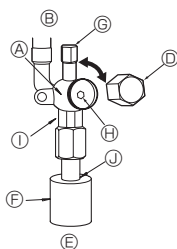

Fig. 4-6
- (1) Сторона с газом/жидкостью ZRP35-71 (Fig. 4-6)
- ① Снимите колпачок и поверните шток золотника против часовой стрелки до упора, используя для этой цели 4 мм шестигранный гаечный ключ. Прекратите поворачивать шток в момент, когда тот достигнет стопора. (Ø9,52: Приблизительно 10 оборотов)
- ② Убедитесь в том, что запорный кран полностью открыт, надавите на ручку и поверните колпачок в первоначальное положение.